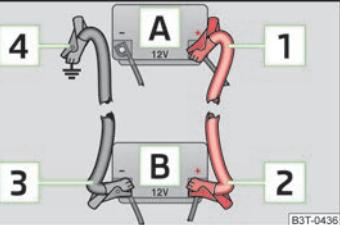

Fig. 138
- › Conectar un extremo **[1]** » fig. 138 al polo positivo de la batería descargada **[A]**.
- › Conectar un extremo **[3]** » fig. 138 al polo negativo de la batería auxiliar **[B]**.